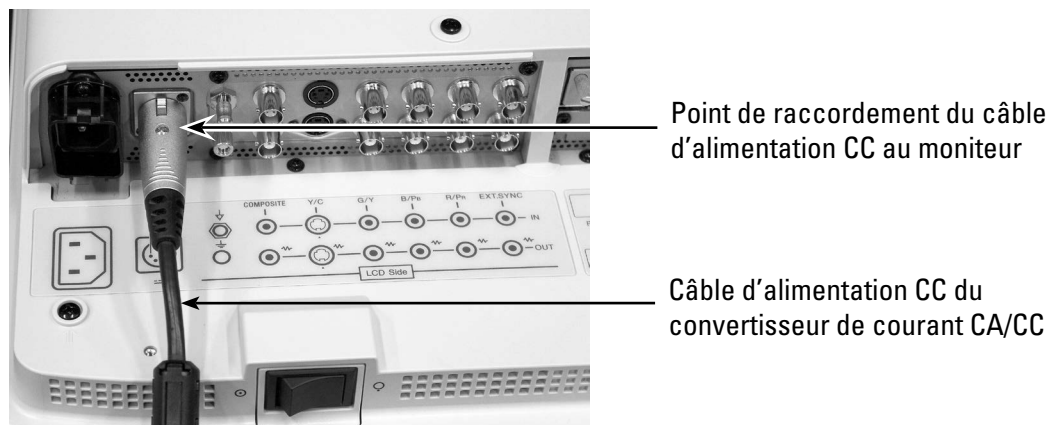

Figure 11. Branchement du câble d'alimentation CC au moniteur
5. Brancher le câble d'alimentation du convertisseur de courant CC au moniteur. Voir la figure 11 - Branchement du câble d'alimentation CC au moniteur.